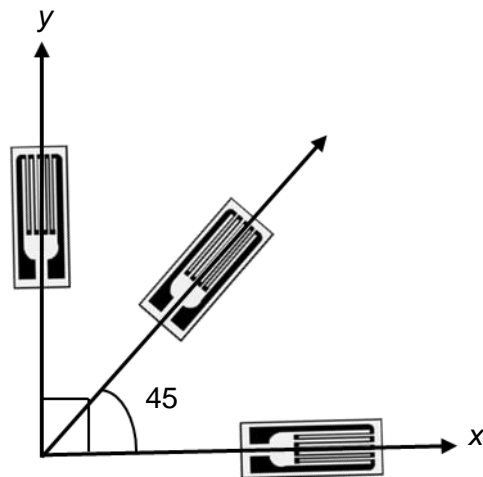

Fig.2 ひずみゲージ
- (1) 回転を用いて図 2 の状態のせん断ひずみを求めよ．
- (2) モールのひずみ円を描け．
- (3) 主ひずみ($\varepsilon_1, \varepsilon_2$)と主ひずみ方向(θ_1, θ_2)を求めよ．但し $\varepsilon_1 > \varepsilon_2$ ， $\theta_1 > 0$ とする．
- (4) 主応力(σ_1, σ_2)を求めよ．但し $\sigma_1 > \sigma_2$ とする．
- (5) この時のモールの応力円を描き，半径と中心を求めよ．
(1) 回転を用いて図 2 の状態のせん断ひずみを求めよ.